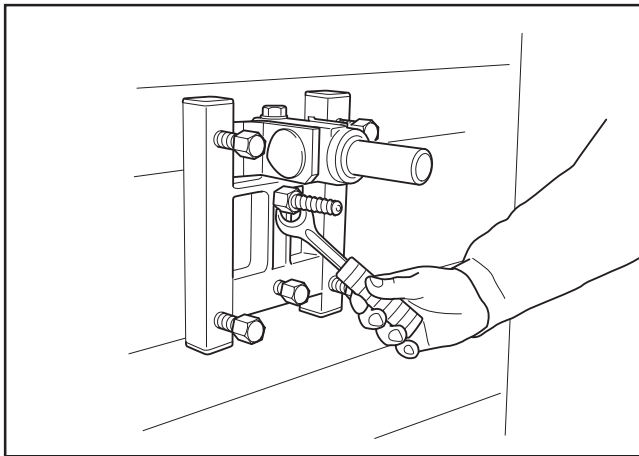

Fig. 11
1. Praticare un foro (15 mm) nella parete e inserire il bullone a espansione. Avvitare la piattaforma GB 50 AT con la chiave da 24 mm (fig. 11).
1. Ein Loch (15 mm) in die Wand bohren und die Spreizschraube einschrauben. Sohlenplatte GB 50 AT mit dem 24-mm-Schraubenschlüssel festschrauben (Abb. 11).
1. Percer un trou (15 mm) dans le mur et enfonce le boulon d'expansion. Visser le piétement GB 50 AT à l'aide d'une clé de 24 mm (Fig. 11).
1. Boor een gat (15 mm) in de wand en sla de rekbout daar in. Schroef de bodemplaet GB 50 AT vast, gebruik een 24 mm sleutel (Fig. 11).